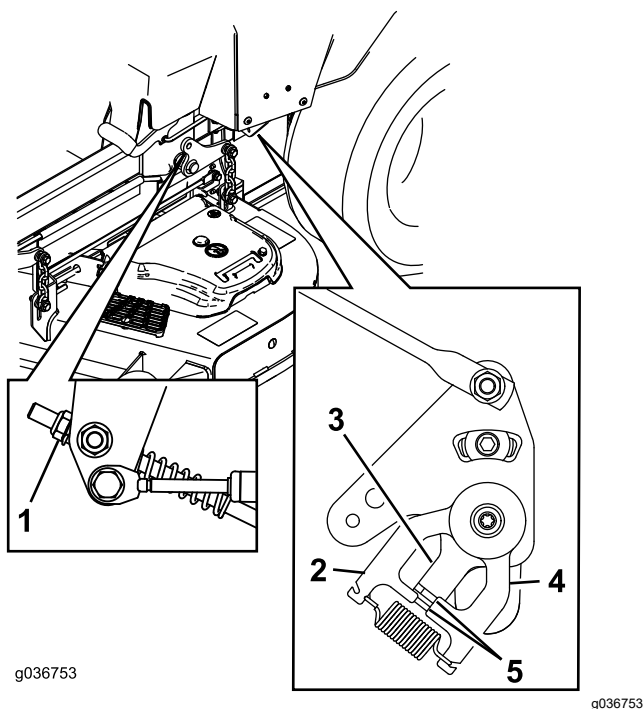

Figura 88
11. Ajuste la longitud de las varillas de control de las bombas girando la tuerca en el sentido apropiado, hasta que las ruedas se muevan ligeramente en marcha atrás (Figura 87 y Figura 88).